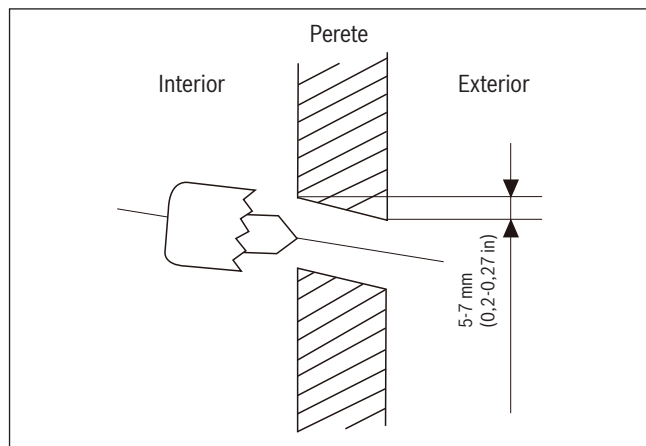

Fig. 4.
2. Găuriți un orificiu în perete folosind un cap carotier de 65 mm (2,5 in) or 90 mm (3,54 in) (în funcție de modele). Asigurați-vă că orificiul este găurit sub un unghi ușor descendent astfel încât capătul din exterior al orificiului să fie inferior celui din interior cu aproximativ 5 mm - 7 mm (0,2-0,27 in). Acest lucru va asigura o evacuare corespunzătoare a apei. (A se vedea **fig. 4**)